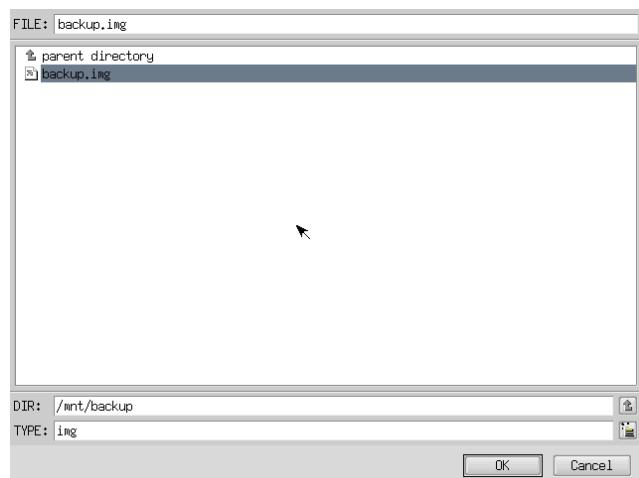

図5-2-5. ファイル参照画面
- ⑨ ファイル参照画面（図5-2-5）が表示されます。接続したストレージメディアは、/mntにマウントされていますので、/mnt以下から目的のファイルを探してください。[OK]を押すとファイル選択画面にもどります。
- ⑩ ファイル参照画面（図5-2-5）で指定したバックアップファイルが入力されていることを確認します。